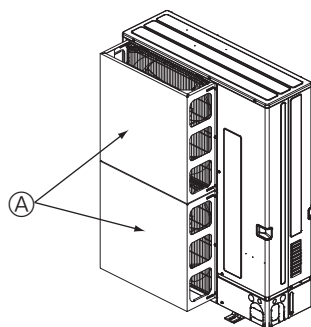

Fig. 2-3
- ② Installez un dispositif de protection contre le vent si l'appareil est installé à un endroit où des vents violents, en cas de typhon par exemple, risquent de souffler directement dans la sortie d'air. (Fig. 2-3)